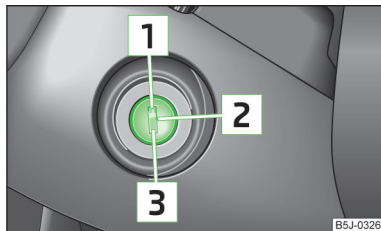

Fig. 86
- Avant le départ, le moteur étant arrêté, la clé de contact doit toujours se trouver en position **2** » fig. 86 à la page 100 (contact mis). Cette position est signalée par des voyants qui s'allument. Si ce n'est pas le cas, cela pourrait entraîner un blocage inattendu de la direction – risque d'accident !
- Le démarreur ne doit être actionné que si le moteur est arrêté et que le véhicule est à l'arrêt. Si le démarreur est actionné quand le moteur est en marche **3** » fig. 86 à la page 100, le démarreur et le moteur risquent de subir des dommages.
## Moteurs à essence » fig. 86
## Moteurs Diesel » fig. 86
Si la **direction est bloquée** et que la clé ne tourne pas ou seulement difficilement dans la position  » fig. 86, faites tourner le volant dans un sens et l'autre : ceci déverrouille le verrouillage de la direction.
- Mettez le contact  » fig. 86 à la page 100.
Coupez le moteur en faisant passer la clé de contact en position **1** » fig. 86 à la page 100.